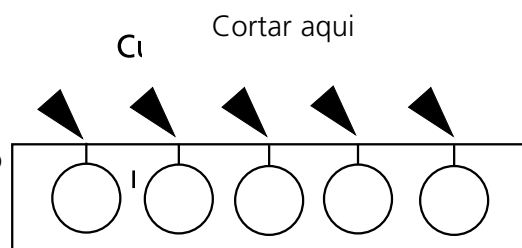

Figura 3-6
5. Os distanciadores têm de ser cortados num lado com tesouras antes de serem colocados. Ver a figura 3-6 para o corte das áreas corretas.